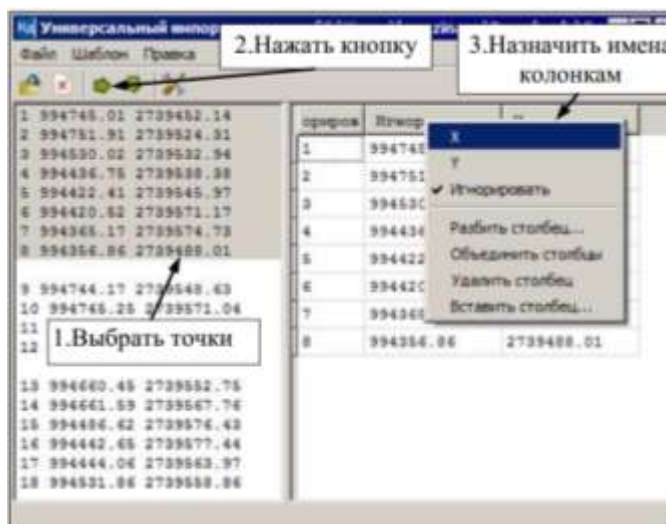

Рисунок 18– Универсальный импорт точек
С помощью кнопки  на панели инструментов отправьте выбранные данные в правую панель (рис. 18).
– Затем каждой колонке правой панели присвойте имя в зависимости от данных, которые в ней содержатся. Для этого щелкните правой клавишей мыши на заголовке столбца и из контекстного меню выберите соответствующий пункт (рис. 18).